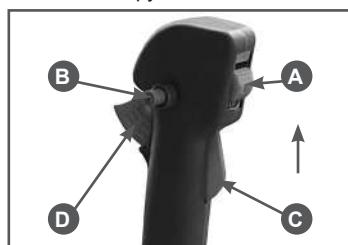

Рис. 9 Рукоятка управления
4. Установите выключатель зажигания А в верхнее положение (Рис. 9).
5. Нажмите одновременно на стопорный рычаг С и рычаг газа D. Зафиксируйте рычаг газа в нажатом состоянии кнопкой В (Рис. 9).
рычаг газа D (кнопка блокировки В при этом освободится) (Рис. 9). Прогрейте двигатель в течение 30 секунд.
4. Переверните устройство свечным отверстием вниз и зафиксируя рычаг газа в нажатом состоянии кнопкой В (Рис. 9), несколько раз сильно и часто дерните за ручку стартера для удаления лишнего топлива из цилиндра.
2. Дайте двигателю поработать без нагрузки в течение 15-20 секунд, затем заглушите двигатель, установив выключатель зажигания А (Рис. 9) в положение «STOP» (ВЫКЛЮЧЕНО).